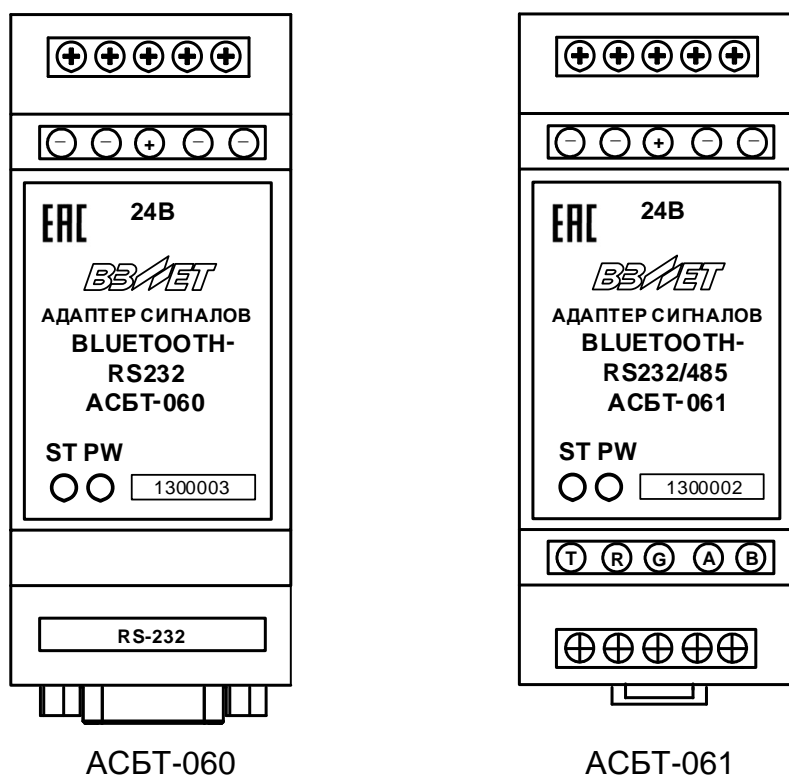

Рис.2. Вид и размещение маркировки адаптера.
1.5.1. Маркировка на лицевой панели адаптера (рис.2) содержит: